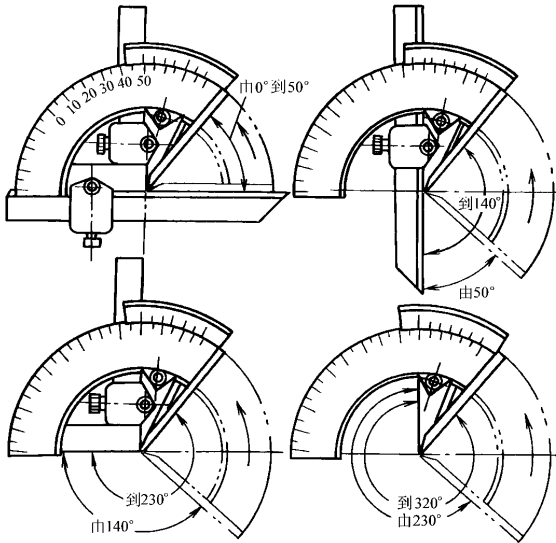

图 1-10 游标万能角度尺测量方法示意图
(3) 游标万能角度尺的读数方法，先读出游标尺零刻度前面的整数度，再看游标尺第几条刻线和尺身刻线对齐，读出角度“′”的数值，最后两者相加就是测量角度的数值。游标万能角度尺测量不同范围角度的方法见图 1-10 所示。